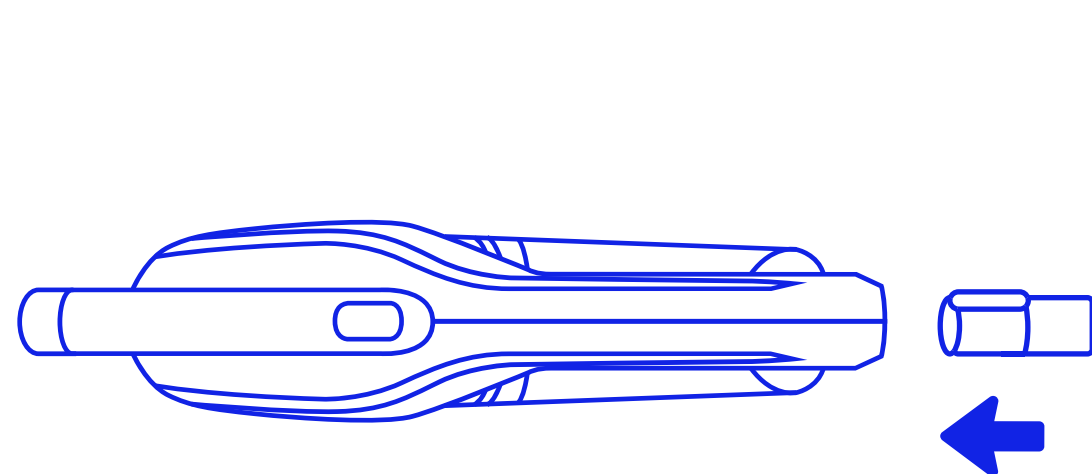

Рис. 3
- Вставьте соединительную трубку во входное отверстие пылесоса. (Рис. 3)